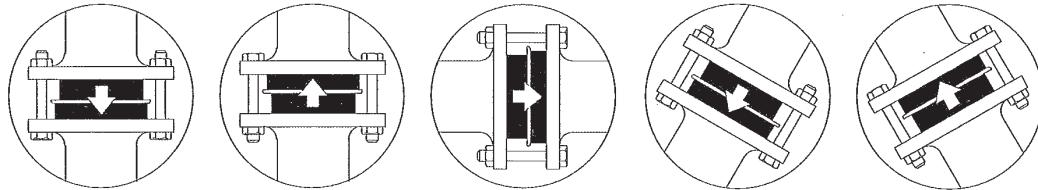

図 4 配管取付姿勢
- 3.4 図 4 に示すように配管取付姿勢は任意です。ただし、弁体ばねを外した場合は、垂直配管で流体の流れ方向が上向きに対してのみ使用できます。